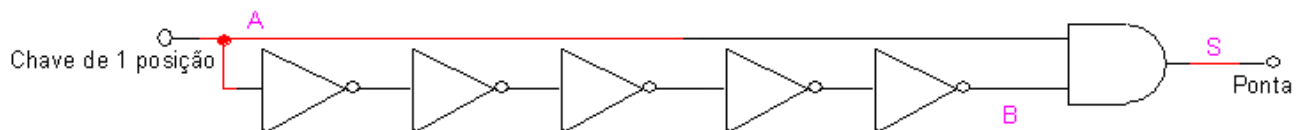

Figura 11 – Verificação do atraso de propagação
2.5. **Pós-Experimento 3:** A finalidade deste item é investigar a existência dos atrasos de propagação em portas. Monte o circuito da **Figura 11**, onde a chave de 1 posição corresponde ao *push-button* existente no painel digital.